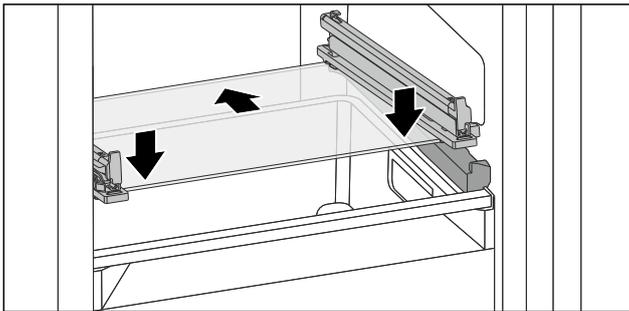

Fig. 71 Glasplatte des abklippbaren Schubfachs
- ▶ Glasplatte schräg hinter den Stopperrn aufsetzen. (siehe Fig. 71)